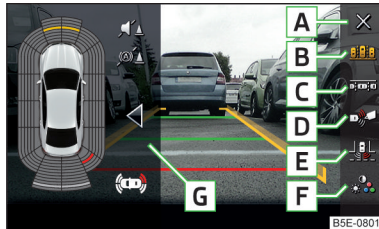

Abb. 265
Funktionsflächen » Abb. 265
- › Die Funktionsfläche **C** » Abb. 265 auf Seite 235 antippen.